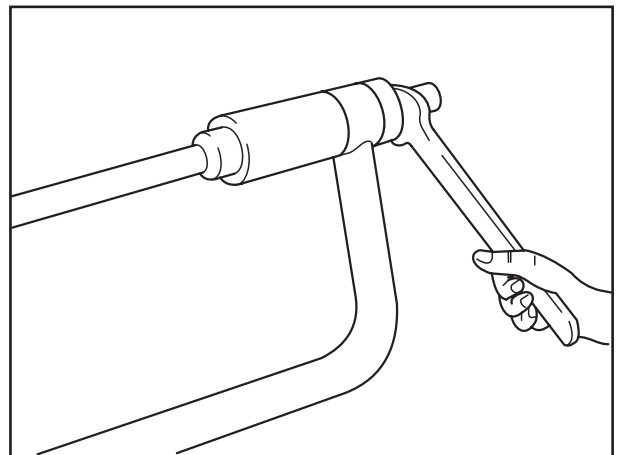

Fig. 3
- [4] Gummi-Stahl-Buchsen im Bügelstabilisator auf Verschleiß prüfen ggf. mit Montagewerkzeug (BPW Nr. 14.825.11744) auswechseln (Fig. 3), siehe auch Kapitel 5. 6.
- [4] Examine bonded rubber bushes in U-stabilizer for signs of wear, replace if necessary with assembly tool (BPW No. 14.825.11744) (Fig. 3), see also chapter 5.6.
- [4] Vérifier l'usure des douilles métallo-caoutchoutées dans la barre stabilisatrice en U, si nécessaire les remplacer avec l'outil de montage (réf. BPW 14.825.11744) (fig. 3) voir chapitre 5.6.